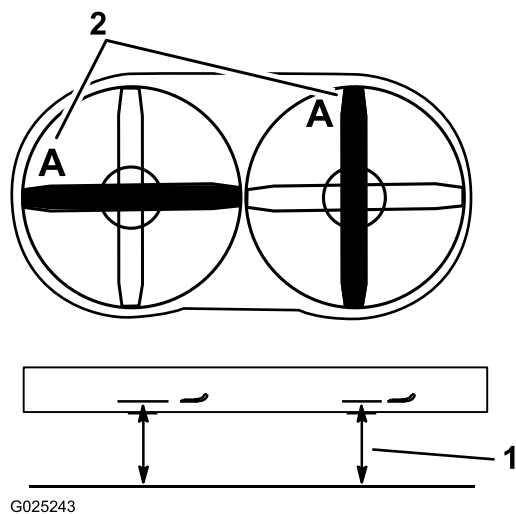

Figura 71
3. Ruotate una lama come illustrato nella Figura 71.
4. Misurate da un piano orizzontale fino al tagliente della lama, posizione **A** (Figura 71). Prendete nota di questa misura.